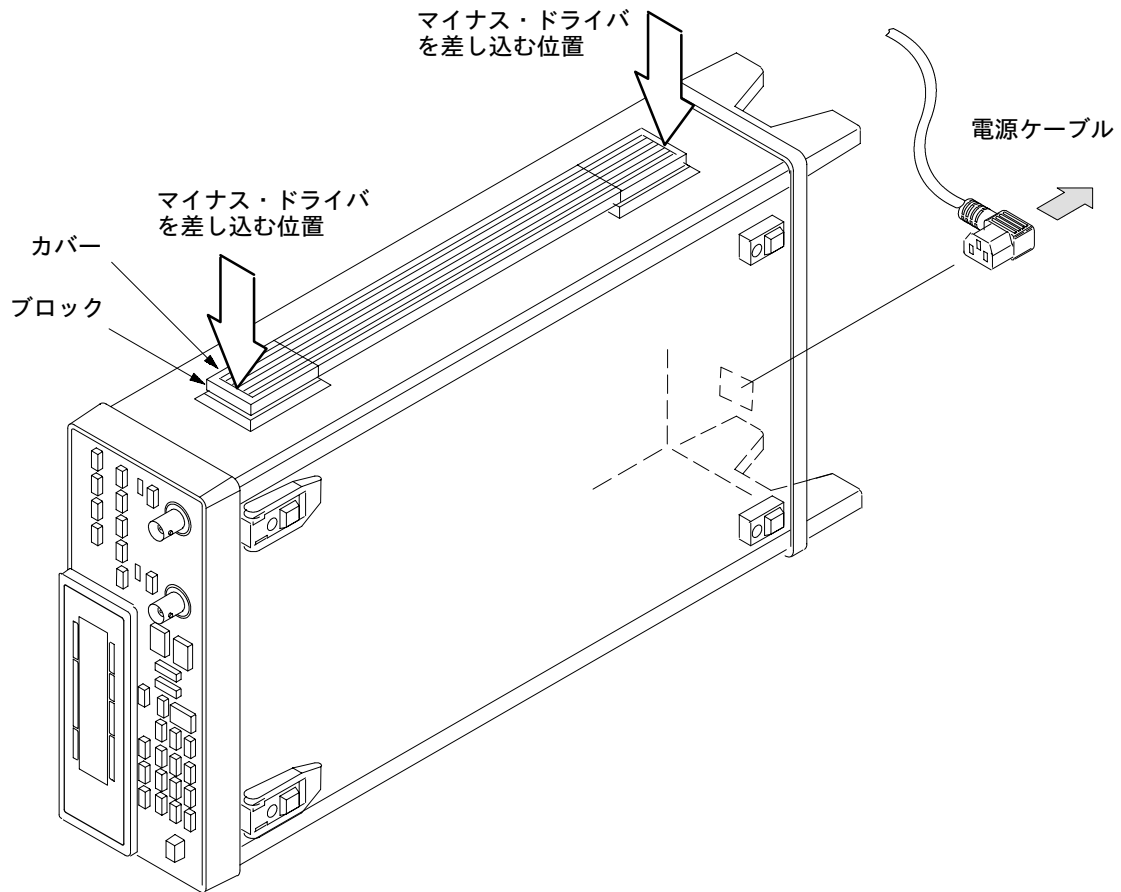

図1: マイナス・ドライバの差込位置
1. ブロックとプラスチック・カバーとの隙間に、マイナス・ドライバを差込みます。図1を参照してください。